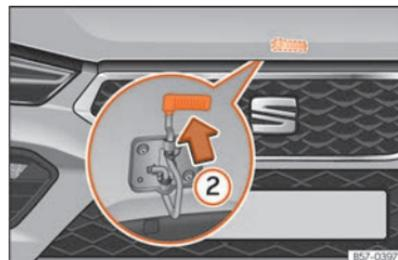

Abb. 208 Hebel unter der Motorraumklappe.
- Zum Anheben der Motorraumklappe drücken Sie den Hebel unterhalb der Motorhaube nach oben >>> **[Abb. 208] ②**. Dabei wird der Fanghaken entriegelt.